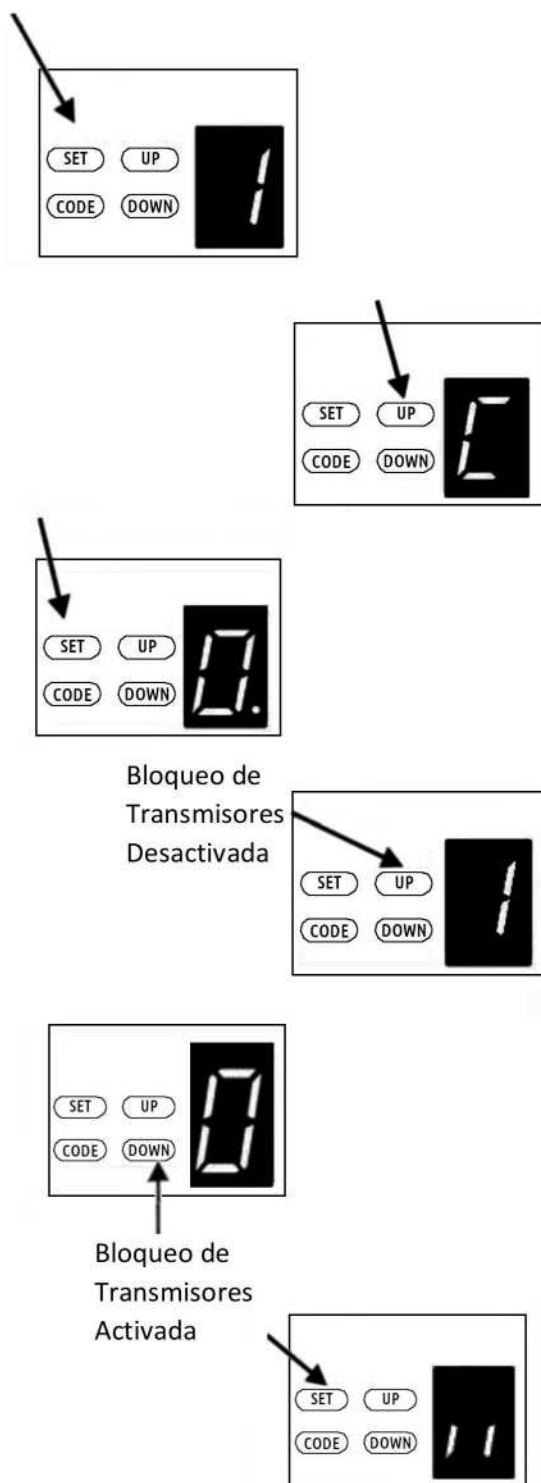

Fig.51
c) Ajuste de Bloqueo del Transmisor. (Fig.51)